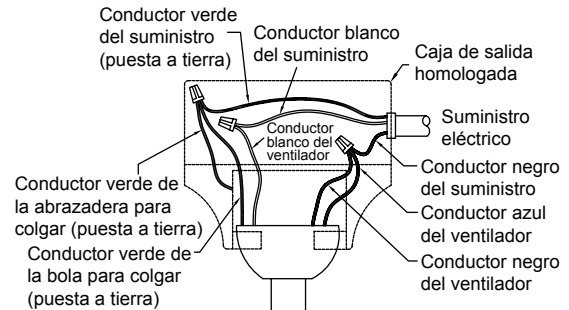

Figura 3
3. Retire el clip de horquilla y pasador de horquilla de la parte inferior de la bola para colgar. Retener el pasador y clip para la reinstalación en el paso 5. (Figura 3)
3. Introduzca los cables y cable de seguridad de su ventilador a través de la anilla ajustable del dosel y el capuchón de techo. (Figura 3)
1. Extraiga completamente un tornillo de cada lado del soporte de suspensión--asegúrese de que es el tornillo a su derecha cuando se enfrenta--y guárdelos para volver a colocarlos en la página 33 o 34 (**Cómo instalar la carcasa de la cubierta**). Afloje los otros dos tornillos que no fueron retirados. (Figura 3)
3. Una vez realizadas las conexiones, gire los conductores hacia arriba y, con cuidado, colóquelos dentro de la caja de salida; con los conductores blancos y verdes hacia un lado y los conductores negros hacia el otro. (Figura 3)
3. Presione hacia arriba el anillo de la cubierta de tornillos para ocultar los tornillos. Así, las pestañas de montaje se coloquen en las ranuras con muescas ubicadas en la cubierta del techo entre los tornillos. (Figura 3)
3. Ensamble la caja del interruptor al adaptador de la caja con el tornillos previamente retirado (Figura 3)
3. Verifique el funcionamiento del ventilador jalando suavemente del acoplador de la cadena del tirador del ventilador. (Figura 3)